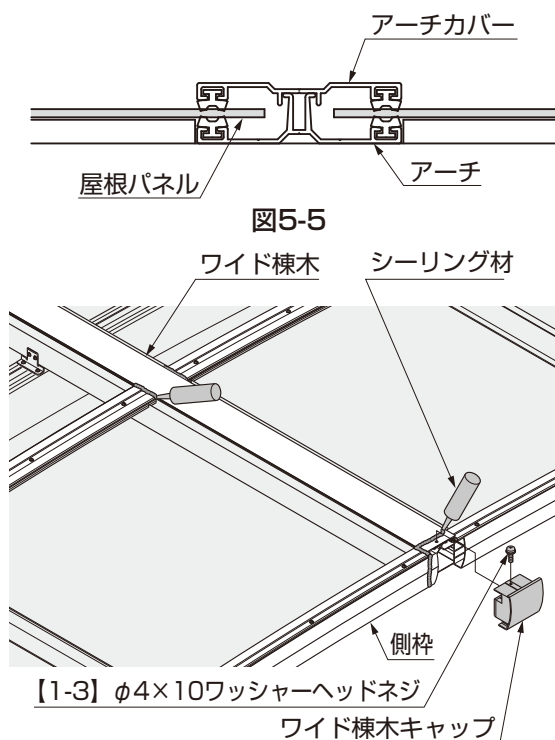

図5-6 シーリング箇所
- ② アーチカバーとワイド棟木との間と側枠カバーとワイド棟木の間にシーリング材を充てんしてください。(図5-6参照)
- ③ ワイド棟木キャップをワイド棟木に【1-3】で取付けてください。
- ④ ワイド棟木とワイド棟木キャップの間にシーリング材を充てんしてください。(図5-6参照)